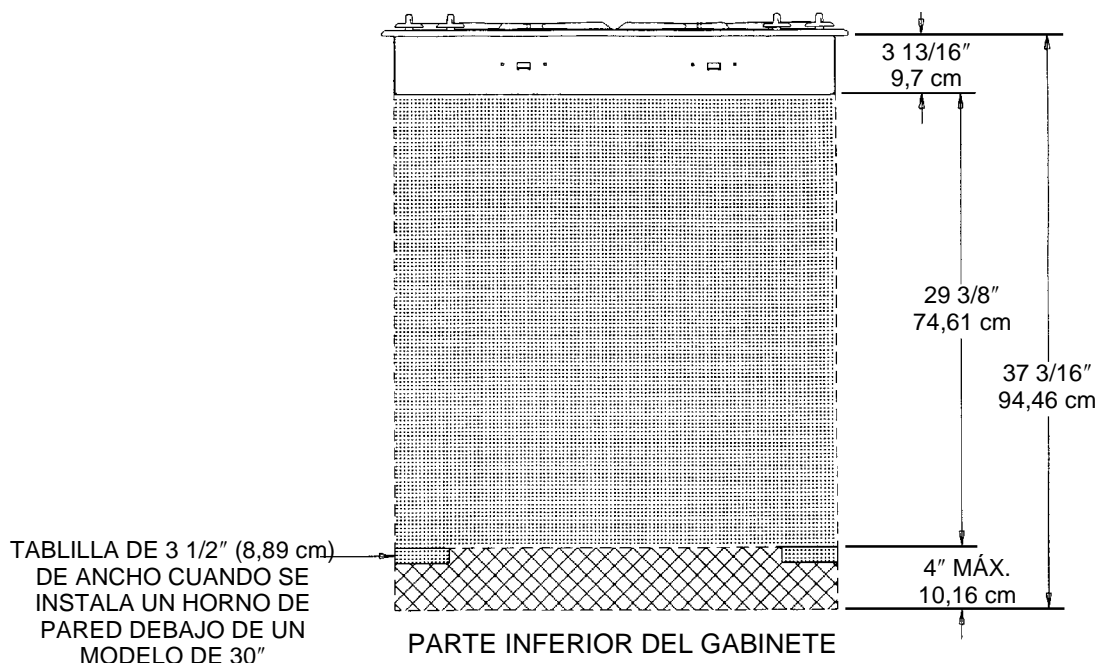

FIGURA 6
**NOTA 1:** Deberá instalarse este electrodoméstico y sus fuentes de suministro de gas y eléctrico antes de instalar el horno de pared. Vea la ilustración (Información de alambrado eléctrico —en la página 7, figura 6) para encontrar las ubicaciones recomendadas del suministro eléctrico.
Este electrodoméstico está equipado con un cordón eléctrico con conexión a tierra. Debe proporcionarse un tomacorriente conectado a tierra. Se recomienda, por comodidad, que el tomacorriente se encuentre (con referencia a la figura 6) como en el punto A o el B que aparecen a continuación:
- A. Si no se instalará otro electrodoméstico debajo de éste, deberá colocarse dentro del área sombreada o el área cuadrículada que se muestra en la figura 6.
1. debe colocarse dentro del área cuadrículada de la figura 6, o bien
Si se instalará un horno de pared debajo de este electrodoméstico y el tomacorriente de las unidades del mostrador se montará dentro del área cuadrículada de la figura 6: